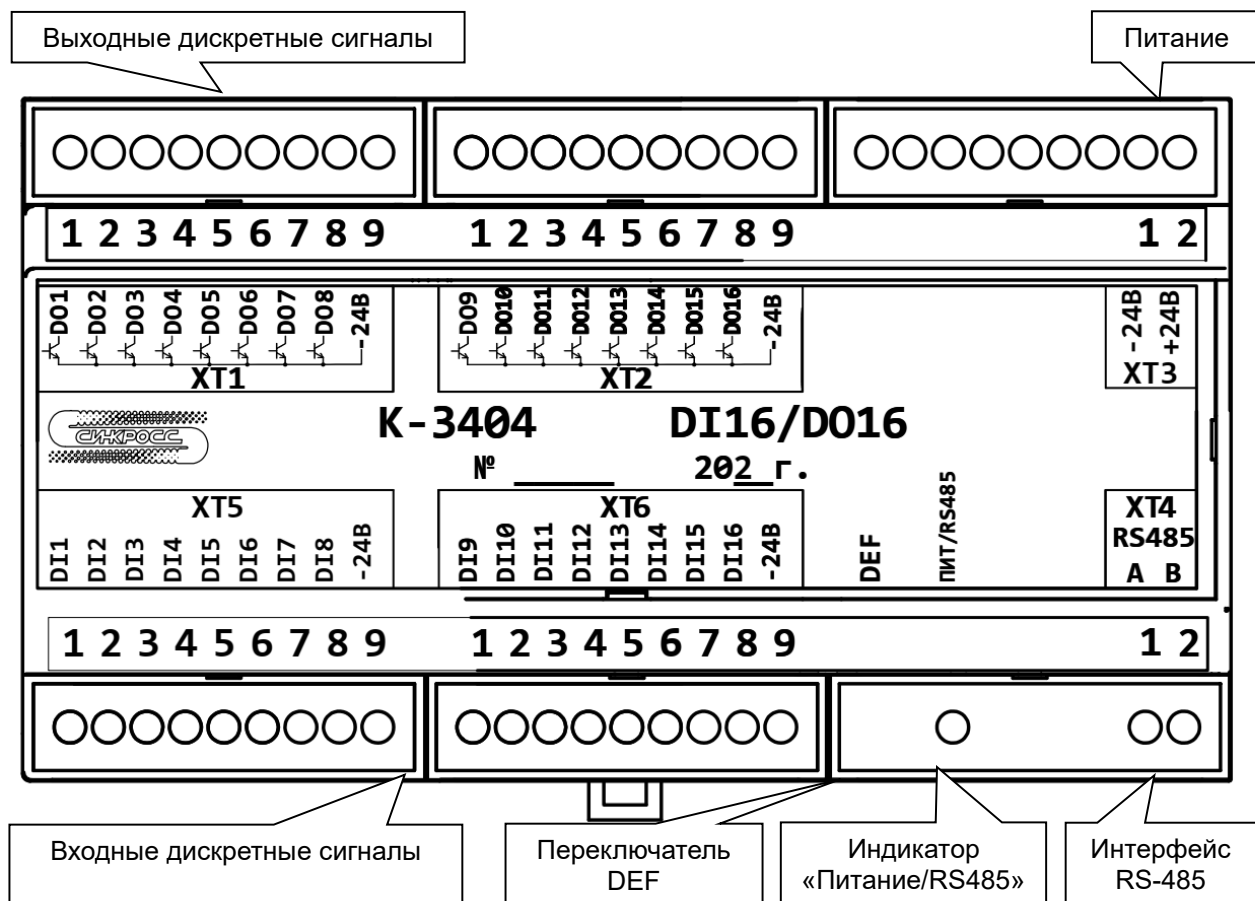

Рисунок 1 – Внешний вид модуля
4.1 Модуль имеет 4 группы клемм для подключения сигналов, питания и интерфейса (рисунок 1):